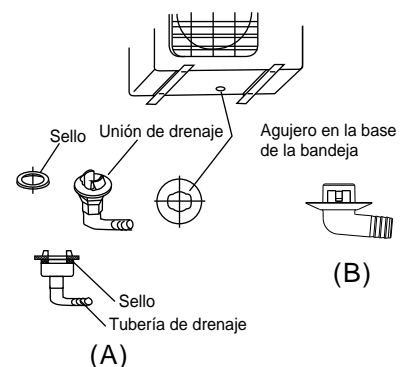

Fig.19
Para la unión de drenaje con sello (Fig. 19 (A)), primero encaje el sello en la unión del drenaje, luego inserte la unión del drenaje en el agujero en la base de la bandeja, gire 90° para asegurarlos bien. Para instalar la unión del drenaje como se muestra en la Fig. 19 (B), inserte la unión del drenaje en el agujero en la base de la bandeja que quedará fijo cuando emita un sonido de click. Conecte la unión del drenaje con una extensión de una manguera de drenaje (comprada por separado en su localidad) en caso de que el agua se drene fuera de la unidad exterior durante el modo calefacción.